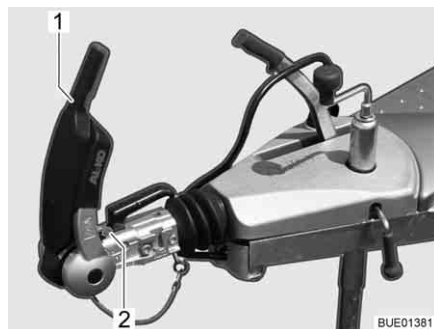

Fig. 225 Indicatore guarnizioni di attrito davanti e dietro
- Aprire la maniglia di stabilizzazione (Fig. 225,1).
Il controllo avviene mediante l'indicatore che si trova davanti alla maniglia del gancio (Fig. 225,2).